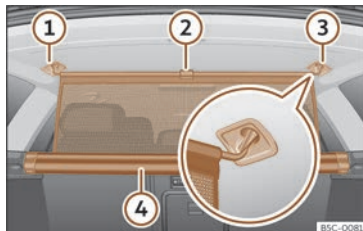

Fig. 181 Al maleter: enganxar la xarxa de separació.
- Estireu la llengüeta >>> **fig. 181** ② cap amunt per treure la xarxa de la carcassa ④.
- Subjecteu la xarxa de separació al costat dret o esquerre ③ (imatge ampliada).
- Subjecteu la xarxa de separació a l'allotjament de l'altre costat ① estirant la barra.
- La xarxa de separació està ben muntada quan els extrems en forma de T estan enganxats fermament als allotjaments corresponents ③ i ①.